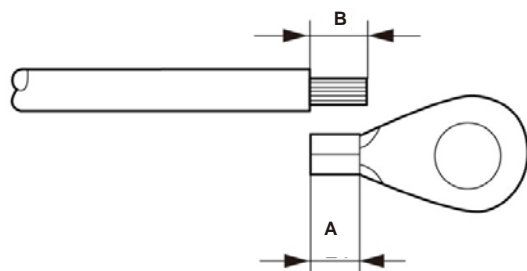

Figura 3.15 Longitud adecuada
- 3) Pele el aislamiento del cable de tierra a una longitud adecuada (consulte la figura 3.15).